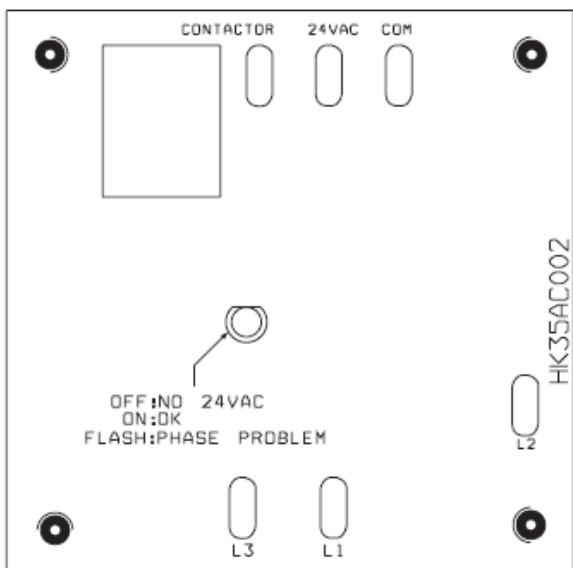

Рис. 5 Монитор фаз
Проведите цепи управления на 24В через крепежную изолирующую втулку и присоедините их к клеммам (См. Рис. 5).
- Мерцающий сигнал светодиода **МОНИТОР ФАЗ** указывает на обратное направление вращение (См. Рис. 5 и Табл. 2).
Подайте питание на наружный и внутренний агрегаты. Трансформатор находится под напряжением. В режиме охлаждения термостат замыкает цепи R-Y и R-G. В трехфазных моделях со спиральными компрессорами агрегаты имеют мониторы фаз для определения правильного подключения фазовых проводов компрессора. (См. Рис. 5 и Табл. 2). При надлежащем подключении фазовых проводов цепь R-Y подает ток на контактор, запуская двигатель наружного вентилятора и цепь компрессора. Цепь R-G подает ток на реле вентилятора внутреннего агрегата, запуская двигатель вентилятора на высокой скорости.